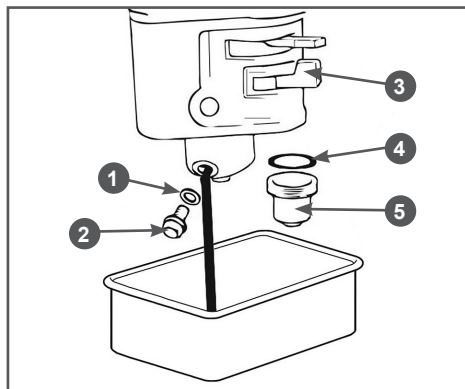

Рис. 24 Обслуживание карбюратора
1. Установите под карбюратор подходящую емкость (Рис. 24).
2. Установите рычаг топливного крана 3 в положение «ЗАКРЫТО» (Рис. 24).
3. Открутите болт 2 сливного отверстия и слейте топливо из поплавковой камеры карбюратора в приоткрытую для этого ёмкость (Рис. 24).
4. Открутите стакан отстойника 5, вылейте из него топливо в заранее подготовленную емкость (Рис. 24).
1. Слейте топливо из карбюратора (Рис. 24) или выработайте топливо в карбюраторе.